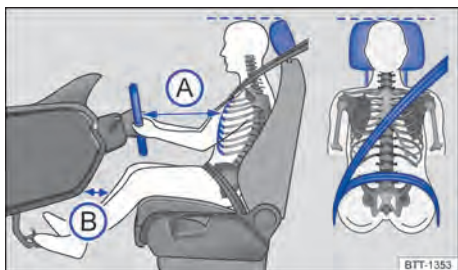

Fig. 23 Distância correta do condutor em relação ao volante, posição correta do cinto de segurança e ajuste correto do apoio para cabeça.
- Ajustar o banco de modo que a distância entre o volante e o tórax tenha no mínimo 25 cm → Fig. 23 (A) e que o condutor possa segurar o volante pela borda externa com as duas mãos e os braços ligeiramente flexionados.
- Ajustar o banco do condutor na direção longitudinal de modo que os pedais possam ser acionados com as pernas ligeiramente arqueadas e a distância para o painel de instrumentos na área do Joelho seja de, no mínimo, 10 cm → Fig. 23 (B).
- Ajustar o apoio para cabeça de modo que a sua borda superior se encontre preferencialmente na mesma linha da parte superior da cabeça → Fig. 23 – porém não abaixo da altura dos olhos. Posicionar a parte posterior da cabeça o mais perto possível do apoio para cabeça.